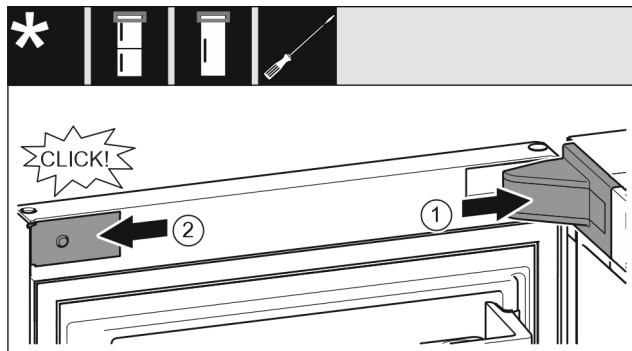

Fig. 26
- Namestite pokrov ležajnega podstavka Fig. 26 (1) in ga zaskočite, po potrebi ga previdno potisnite narazen.
- Namestite zaslonko Fig. 26 (2) in jo zatakните.